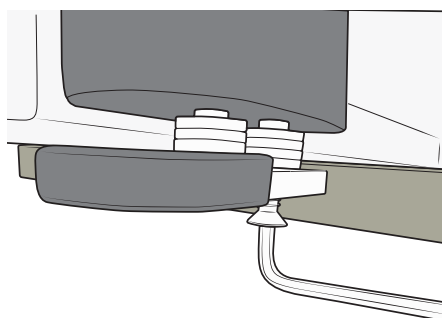

Figure 113
3. Retirez la partie inférieure du pied en desserrant les deux boulons situés sous le pied. Utilisez une clé hexagonale. Voir Figure 113.